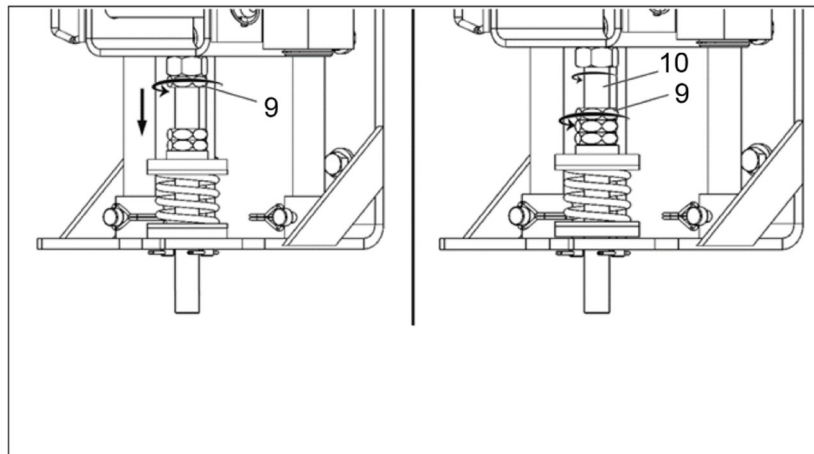

Рис. 3
1. Ослабьте контргайку SW32 (9, рис. 3 слева) по часовой стрелке и прикрутите её к шестигранным гайкам.
2. Открутите резьбовую шпильку (10, рис. 3 справа) с контргайкой (9, рис. 3 справа) по часовой стрелке.